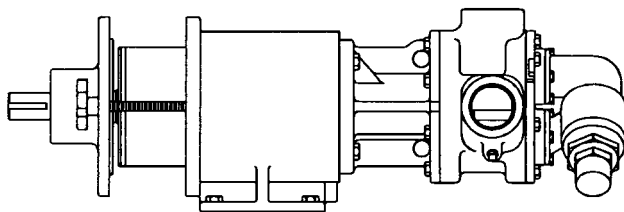

FIGURA 18
4. El imán exterior debe ser instalado en la guarnición de cojinete. Si no consulte Desmontaje / Montaje de la Guarnición de Cojinete. Instale las perillas manuales para que las roscas de 4" se proyecten por debajo de la guarnición. Sostenga la guarnición del cojinete desde arriba y coloque despacio el imán sobre la canastilla para que el magnetismo comience a enganchar. Vuelva a sacar las perillas manuales uniformemente. Ver **Figura 18**. La guarnición del cojinete debe moverse hacia el soporte a medida que se sacan las perillas.